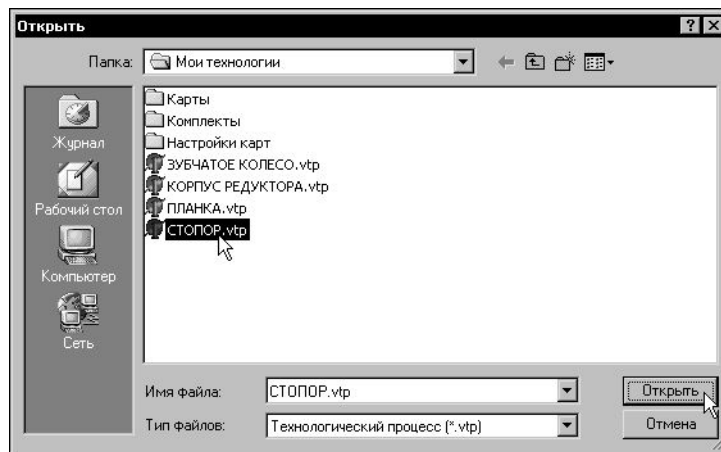

Рис. 3.2. Загрузка файла техпроцесса в ВЕРТИКАЛЬ-Справочники
2. В окне проводника (рис. 3.2) найдите и щелчком мыши выберите файл, содержащий требуемый технологический процесс.
3. Нажмите кнопку **Открыть** (рис. 3.2).
Диалоговое окно **Открыть**, показанное на рис. 3.2, полностью состоит из стандартных компонентов Windows, используемых для диалоговых окон подобного типа, поэтому его подробное описание здесь не приводится.
Вид окна **Сохранить как** идентичен виду окна **Открыть** (рис. 3.2).